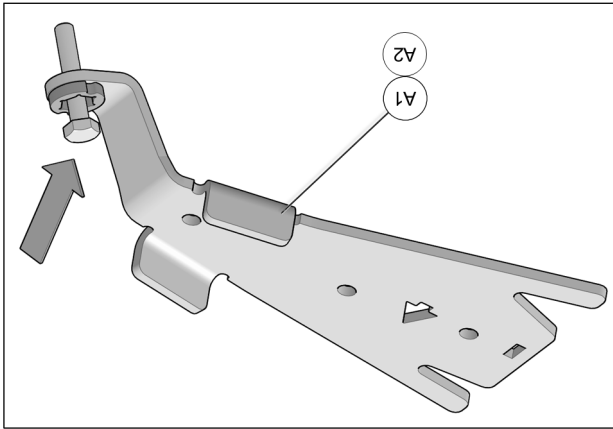

Fig. 14
4. Insérer un boulon à l'extrémité de chacun des ancrages de suspension avant (A1-A2). Fig. 14